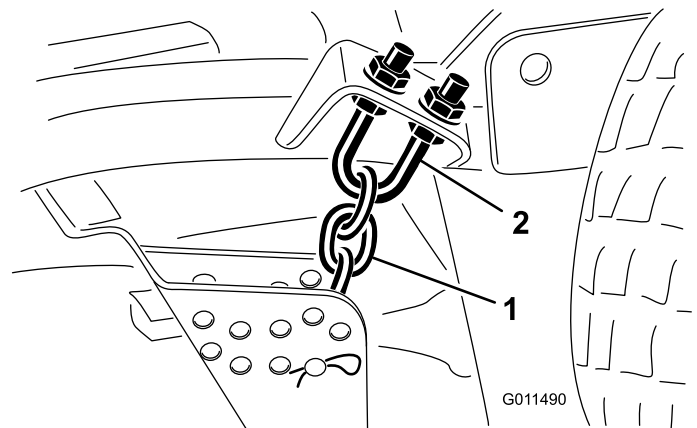

Bild 78
3. Entfernen Sie den Splint und den Lastösenbolzen, mit denen die Schnitthöhenkette an der Rückseite des Mähwerks befestigt ist (Bild 78).